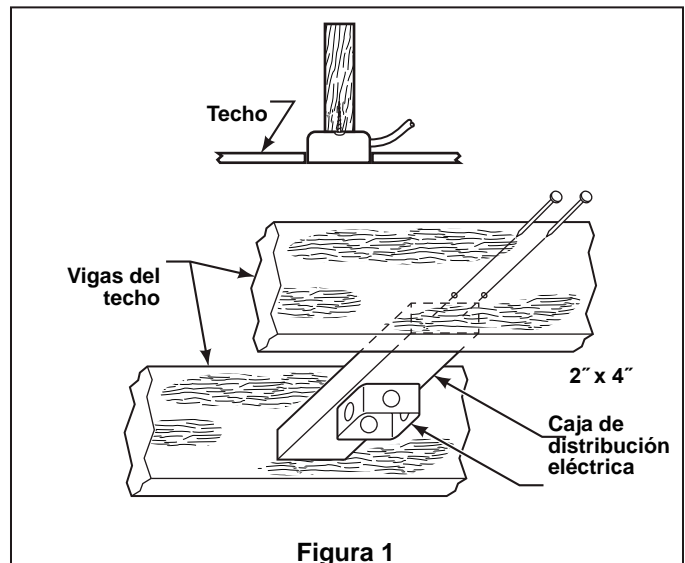

Figura 1
**NOTA:** Si no está seguro de la descripción de una pieza, consulte la ilustración del despiece. (Figura 1, página 21)
Su nuevo ventilador de techo requiere una línea de suministro eléctrico con conexión a tierra de 120 voltios de CA, 60 Hz, circuito de 15 amperios. La caja de distribución eléctrica debe estar bien asegurada y debe ser capaz de soportar una carga de, al menos, 22,7 kg (50 lb). La Figura 1 muestra diversas configuraciones estructurales que podrían utilizarse para montar la caja de distribución eléctrica.
1. Afloje el tornillo de fijación de la semiesfera para lograr que ésta pueda desplazarse libremente por el barral. Retire el pasador del barral y luego extraiga la semiesfera. Conserve el pasador y la semiesfera para su reinstalación en el Paso 5 (Figura 1).